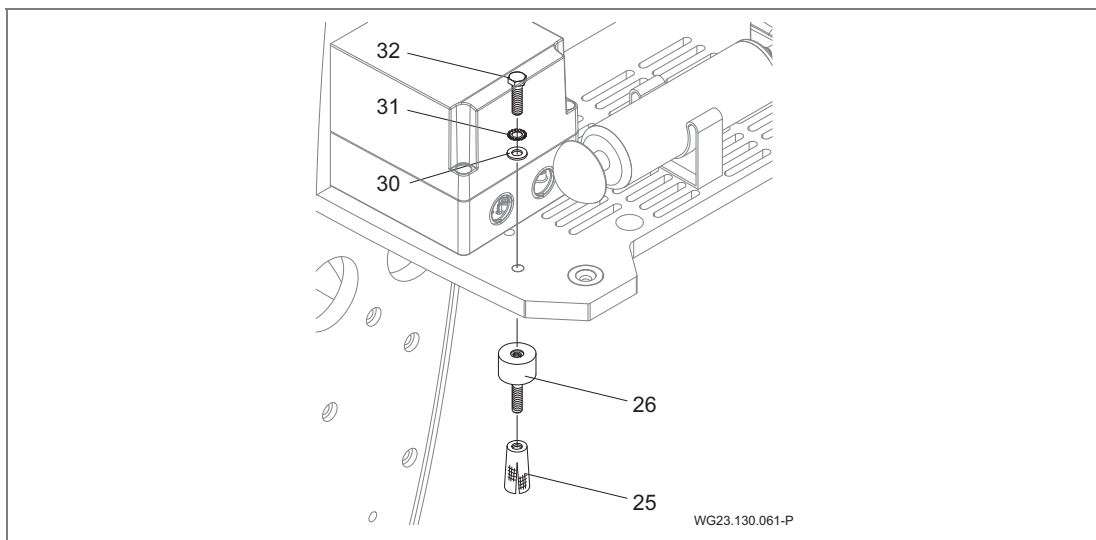
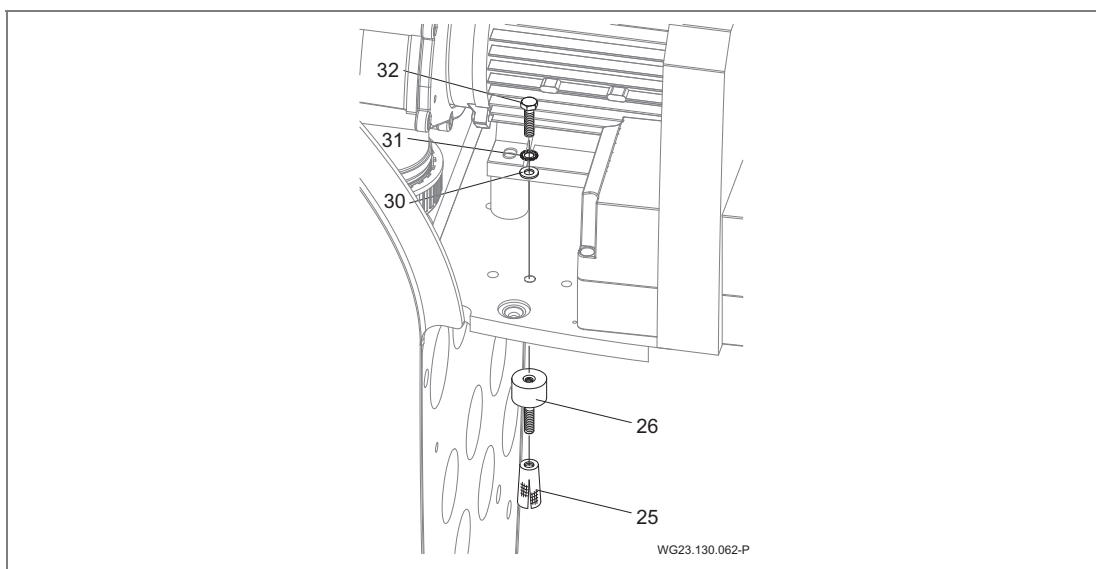

Fig. 6
Fig. 7
- ➔ Configurar anclaje tipo expansión de metal (25) y desatornillar dispositivos antivibración. Ver "Fig. 6" e "Fig. 7", página 21.
- ➔ Coloque el dispositivo sobre los dispositivos antivibración y fije a través de los tornillos hexagonales (32) con las arandelas dentadas (31) y las arandelas de ajuste (30). Ver "Fig. 6" e "Fig. 7", página 21.